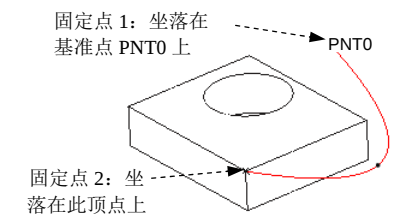

图 10.2.26 查看 ISDX 曲线上的固定点
Step5. 查看 ISDX 曲线上的固定点。如图 10.2.26 所示，ISDX 曲线上有两个固定点，它们的显示样式均为小叉（×）。